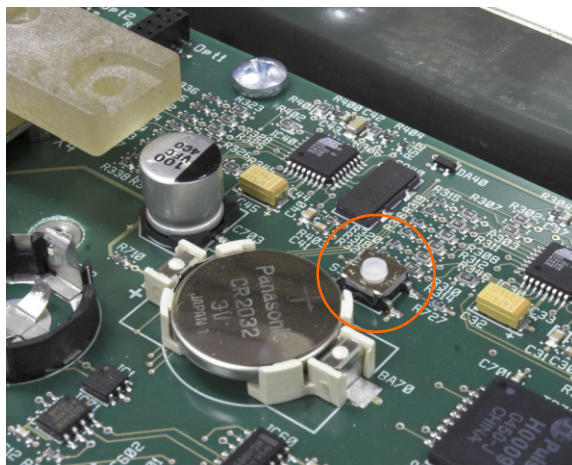

Figura 2-38: Localização do Botão Redefinição Mestre da Placa Principal
Para apagar toda a programação no terminal e redefinir todas as configurações (exceto dados de calibração de balança metrologicamente importantes) para seus valores padrão de fábrica, pressione o botão Redefinição Mestre adjacente à bateria. A Figura 2-38 indica a localização deste botão. Este processo está descrito no Manual Técnico do IND780, Capítulo 4, Serviço e manutenção.
- Para redefinir dados da balança também, o S2 (mostrado nesta posição OFF na Figura 2-38) deve ser definido para ON antes da redefinição mestre.